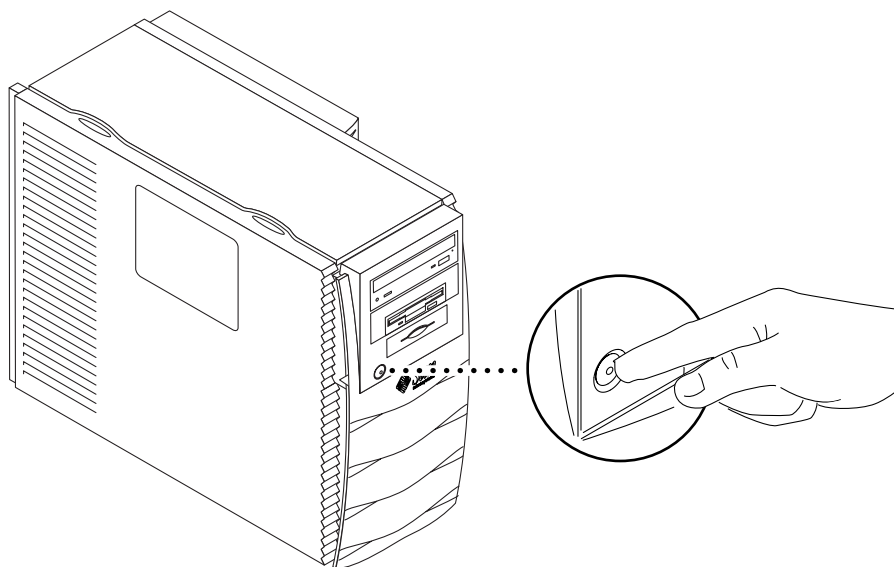

FIGURE 6 Mise hors tension du système
- a. Appuyez sur l'interrupteur de marche/arrêt du panneau avant puis relâchez-le immédiatement (voir FIGURE 6) pour éteindre tous les programmes et le système d'exploitation, et pour mettre votre station de travail hors tension.
- a. **Appuyez sur l'interrupteur de marche/arrêt du panneau avant (voir FIGURE 6) pour mettre votre station de travail hors tension.**
- a. **Appuyez sur l'interrupteur de marche/arrêt du panneau avant et maintenez-le enfoncé pendant quatre secondes (voir FIGURE 6) pour mettre votre station de travail hors tension.**